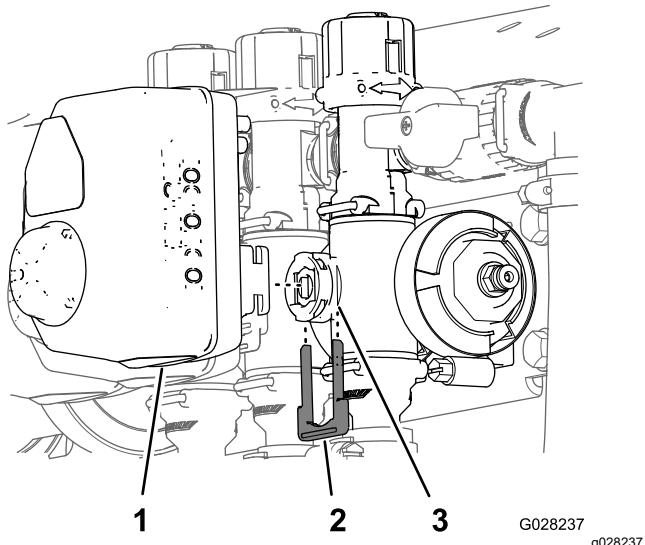

Figura 9
1. Retire o retentor que fixa o acionador à válvula do coletor para válvula de secção ou válvula de agitação (Figura 9).